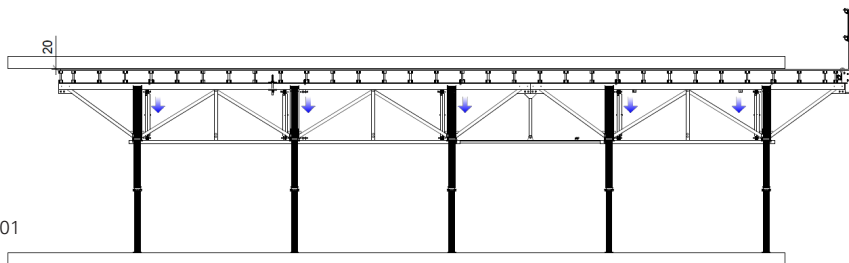

Fig. A3.01
1. Abaisser la table à l'aide du décintreur rapide. (Fig. A3.01)